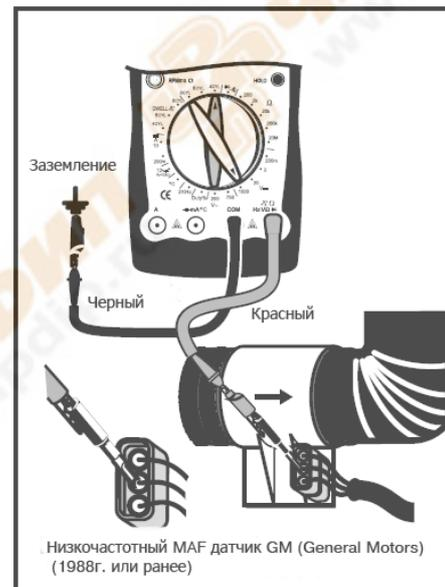

Рис. 23
5. Датчик расхода воздуха (MAF) (См. рис. 23)
- (1) Подключите датчик расхода воздуха (выдающий постоянное напряжение), как описано в методике измерения постоянного напряжения, и установите поворотный переключатель в положение **20VDC**. Подключите датчик расхода воздуха частотного типа, как указано в методике измерения частоты вращения, и выберите количество цилиндров в двигателе автомобиля. Для примера возьмем 4 цилиндра.
- (2) Подключите черный тестовый щуп мультиметра к клемме заземления, а красный тестовый щуп как показано на рис. 23/
- (3) Поверните ключ зажигания, но не запускайте двигатель.
- (4) Отображаемые значения: